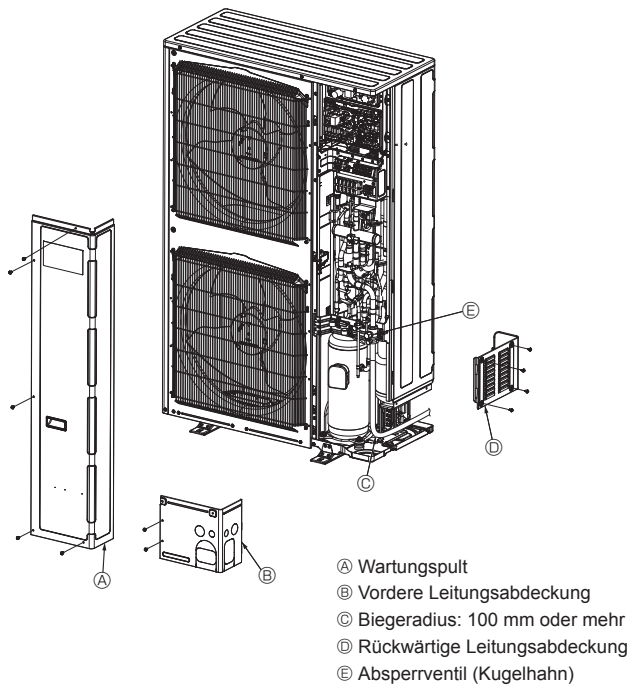

Fig. 4-10
4.4. Kältemittelrohrleitung (Fig. 4-10)